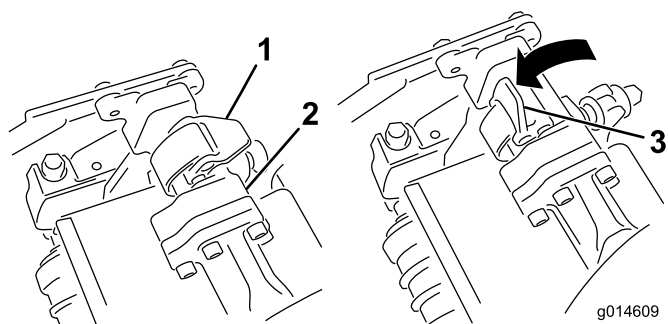
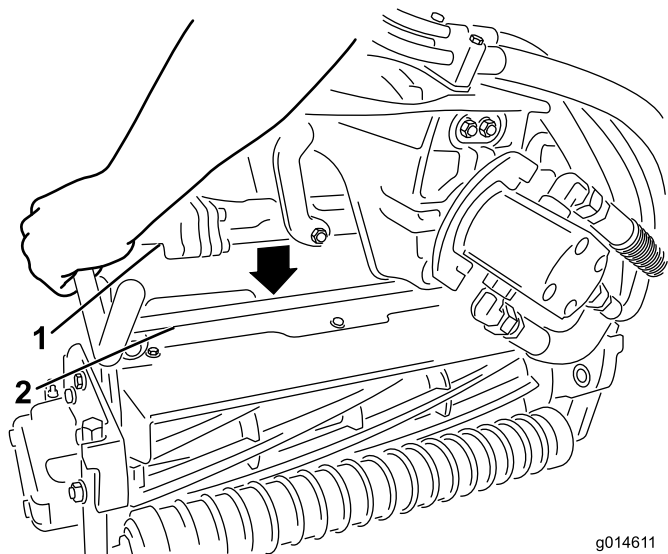

Рисунок 33
Рисунок 34
4. Когда защелки на штанге рычага подвески направлены вверх (т.е. открыты) (Рисунок 33), нажмите на рычаг подвески так, чтобы штанга села на поперечный стержень наверху режущего блока (Рисунок 34).
5. Опустите защелки и поверните вокруг стержня режущего блока и заблокируйте их (Рисунок 33).
5. Откройте защелки на штанге рычага подвески режущего блока, который вы хотите снять (Рисунок 33).